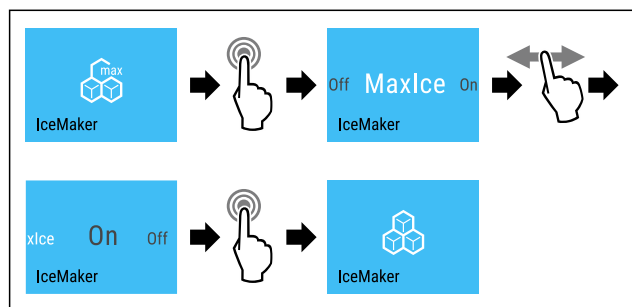

Fig. 19
- Suivre les étapes (voir Fig. 19).